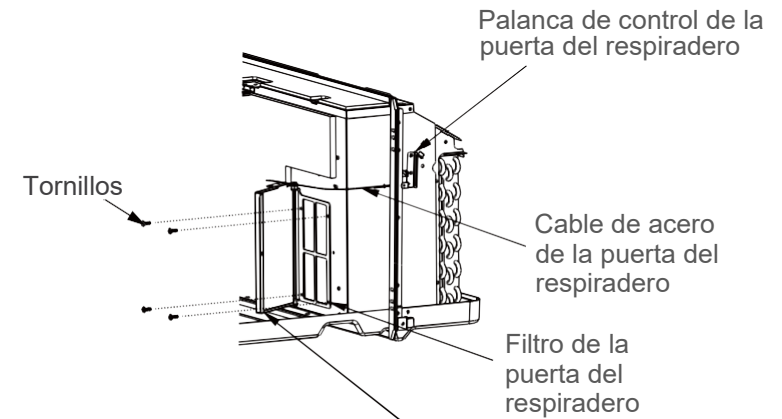

Figura 15 Puerta del respiradero
- Gire la palanca de control del respiradero para abrir la puerta del respiradero (consulte la Figura 15).
- Retire cuatro tornillos del filtro de la puerta del respiradero. (Consulte la Figura 15).
- Primero extraiga el cable de acero de la puerta del respiradero del agujero de la puerta y luego retire la puerta y el filtro. (Consulte la Figura 15).